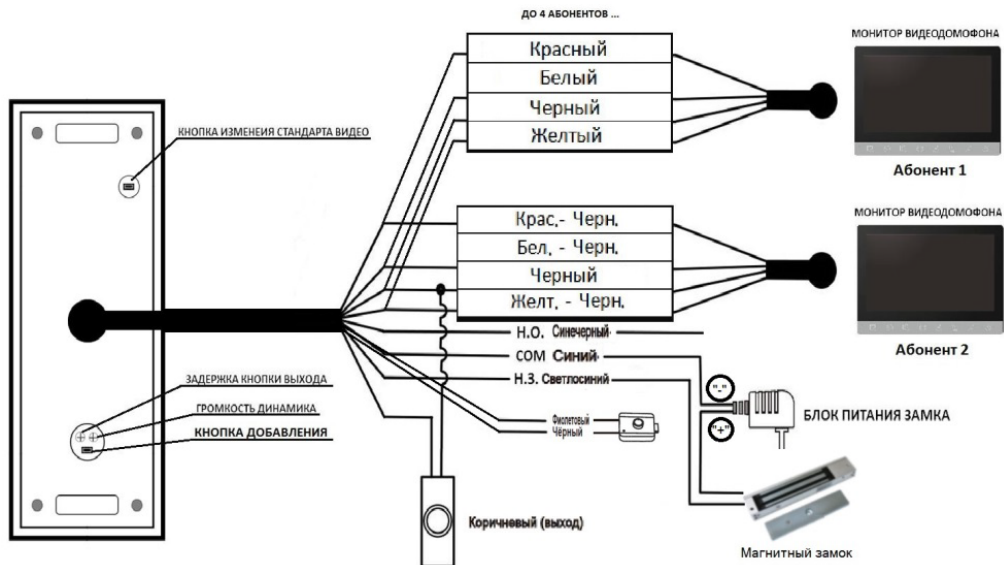

Рисунок 1. Подключение
- Подготовьте место установки панели. Рекомендуется размещать панель так, чтобы видеокамера располагалась на высоте 1.45... 1.6 м от уровня пола (см. рис. 1).